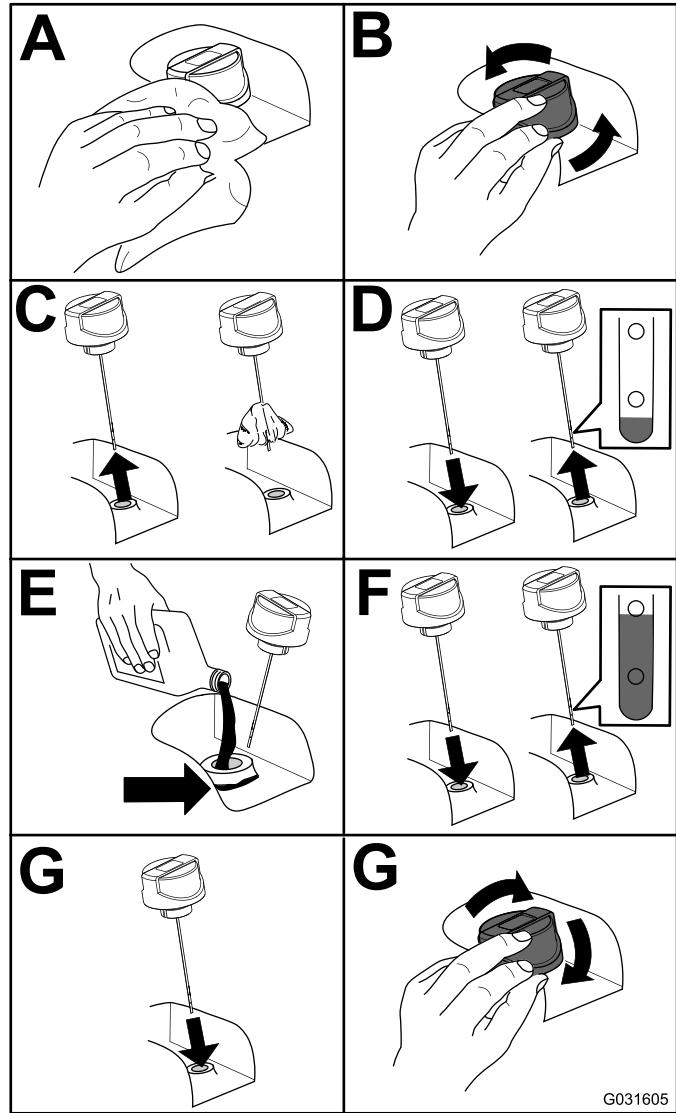

Figura 74
2. Controllare il livello del fluido idraulico (Figura 74).